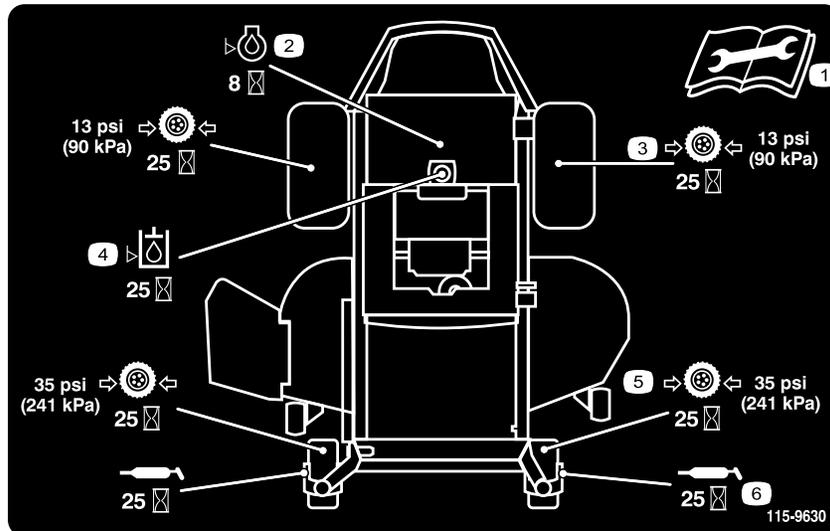

Figure 32
3. Nettoyez les graisseurs (Figure 33 et Figure 32) à l'aide d'un chiffon.
4. Raccordez une pompe à graisse à chaque graisseur et injectez de la graisse à l'intérieur jusqu'à ce qu'elle commence à suinter hors des roulements (Figure 32 et Figure 33).